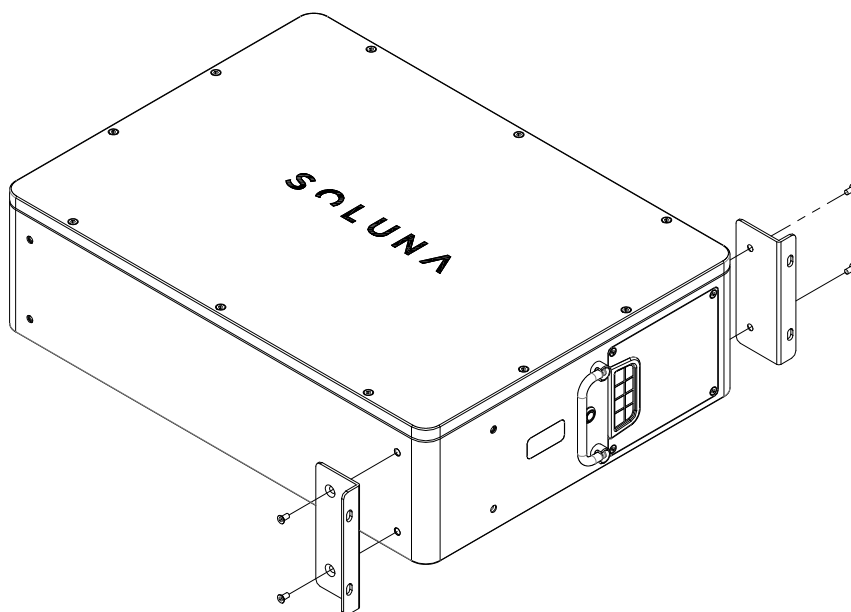

Figure 3.7 :
Étape 1) Fixez les accessoires du boîtier en U au produit à l'aide de 4 vis M6 à tête fraisée. Comme illustré à la (Figure 3.7)